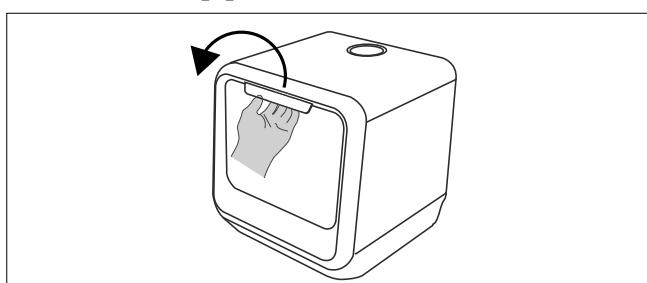

Fig. 12 – Apertura dello sportello
- ▶ Aprire lo sportello tirando la maniglia (1) verso di sé.
- ▶ Aprire completamente lo sportello (vedere la **Fig. 12**). Se lo sportello viene aperto durante il funzionamento, il ciclo di lavaggio si interrompe automaticamente.
- ▶ Inserire il cestello per stoviglie (6) completamente all'interno dell'apparecchio.